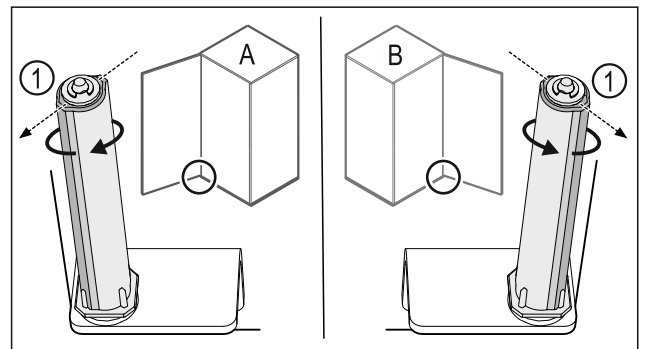

Fig. 42 Linksanschlag (A) / Rechtsanschlag (B)
- ▶ Schließsystem gegen den Widerstand drehen, bis der Steg des Schließsystems Fig. 42 (1) nach außen zeigt.